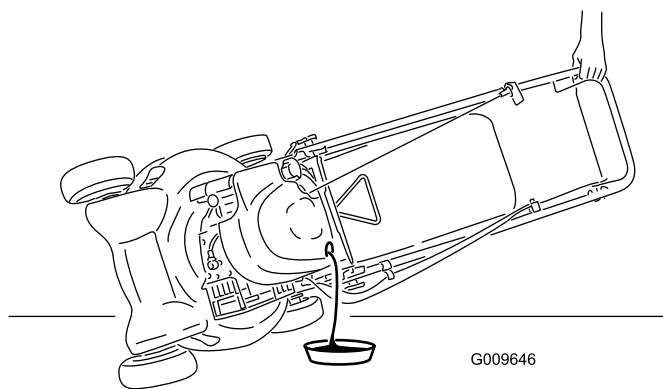

Figura 19
3. Coloque el cortacésped de lado con la varilla de aceite hacia abajo para drenar el aceite usado a través del tubo de llenado de aceite (Figura 19).